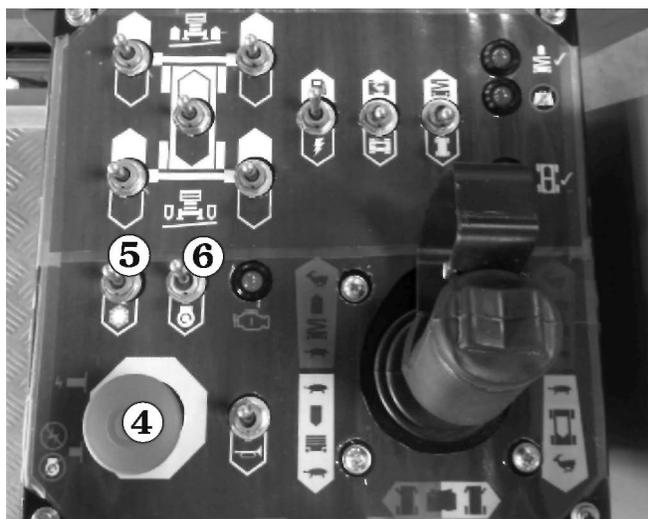

Abbildung 8.8
5. Ziehen Sie den Notaus Knopf ④ heraus (an) (siehe Abbildung 8.8).
6. Um einen Motor bei Umgebungstemperatur (einen kalten Motor) zu starten, drücken Sie den **Schalter zum Vorglühen** ⑤ nach unten und halten Sie ihn maximal 20 Sekunden lang gedrückt. Lassen Sie dann den Schalter los, bevor Sie den Motor starten (siehe Abbildung 8.8).
7. Drücken Sie den **Zündschalter** ⑥ nach unten und halten Sie ihn gedrückt, bis der Motor startet, oder maximal 20 Sekunden lang, je nachdem, was zuerst eintritt. Wenn der Motor startet, lassen Sie den Zündschalter los ⑥ (siehe Abbildung 8.8).